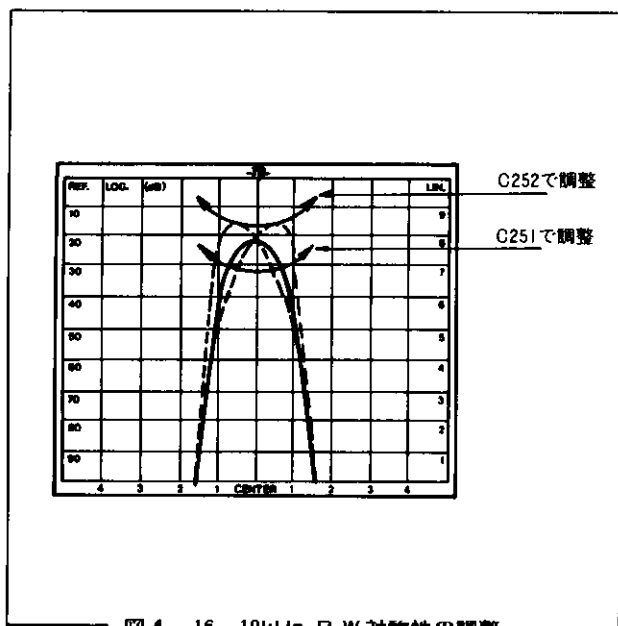

図4-16 10kHz B.W対称性の調整
4. C251を回して、10kHzバンド幅の対称性が一番良くなるように調整します。〔図4-16〕